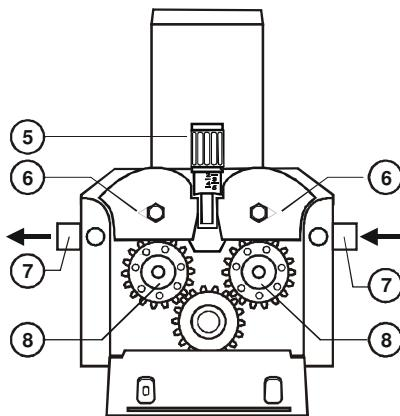

Fig.7- Motor de arraste de hilo
- Los rodillos (8-fig.7) y la punta de contacto del soplete (9-fig.7) deben corresponder al diámetro de hilo a utilizar.
- Conducir el hilo por los rodillos y la guía del hilo (7-fig.7) avanzándolo a la mano unos centímetros. Cerrar las palancas de tracción (6-fig.7) verificando que el hilo está posicionado sobre la ranura del rodillo. Para ajustar la presión de las palancas de tracción sobre el hilo debe apretarse cuidadosamente el tornillo de regulación (5-fig.7) hasta verificarse que el hilo avanza. Este ajuste debe ser completado con la maquina en funcionamiento evitando ajustes muy forzados que provocan aplastamiento del hilo.